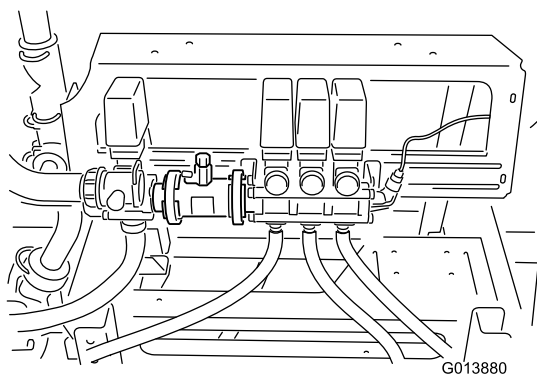

図 7
- F. ブームバルブ・アセンブリを、注意深く元の位置に戻す（フローメータのボディと面一）（図 7）。